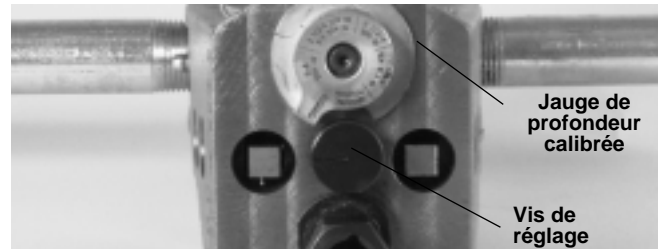

Figure 10 – Détail de la jauge de profondeur calibrée en position de rainurage
2. Vérifiez que la jauge de profondeur calibrée se trouve bien en position de rainurage (Figure 10).